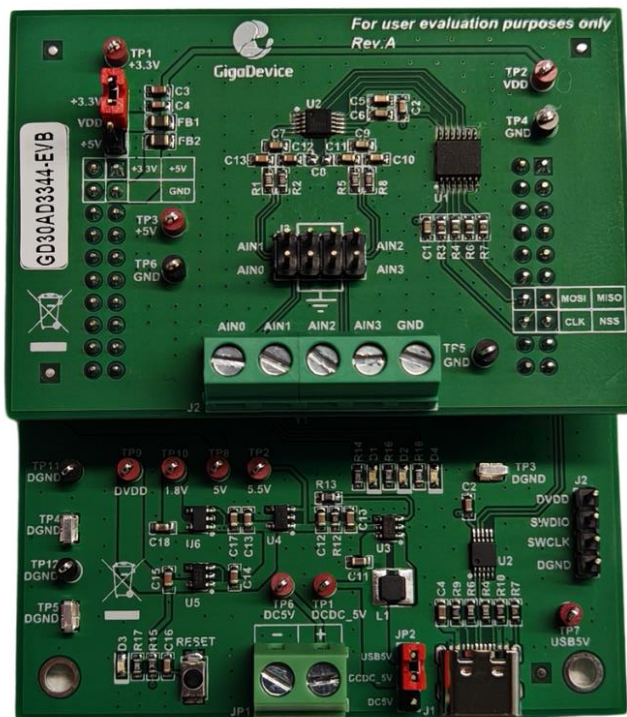

图 2-5 母板和子板连接示例
3. GD30AD3344EVB 使用跳线帽选择的 VDD 电压（JP1）：+3.3V 或+5V，连接完成后测试 GD30AD3344EVB 各测点电压正常，如图 2-5 所示；